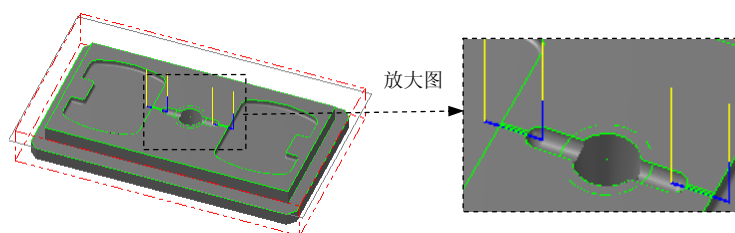
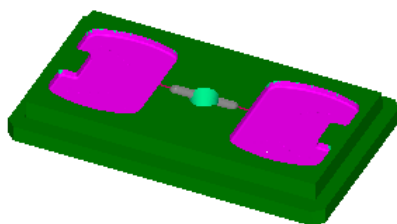

图 20.62 刀具路径
图 20.63 仿真结果图
Step12. 单击“2D 刀具路径-外形铣削”对话框中的  按钮，完成参数设置，此时系统将自动生成图 20.62 所示的刀具路径。
(1) 在 **刀具路径** 选项卡中单击  按钮，然后单击“验证已选择的操作”按钮 ，系统弹出“验证”对话框。
(2) 在“验证”对话框中单击  按钮。系统将开始进行实体切削仿真，结果如图 20.63 所示。单击  按钮关闭“验证”对话框。